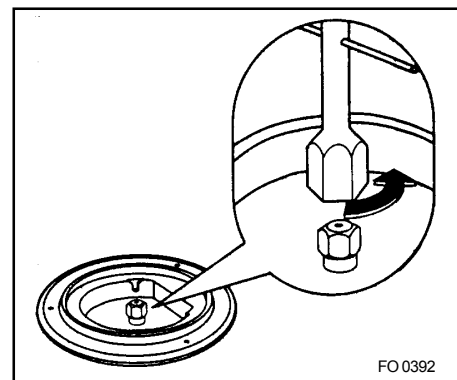

Рис. 17
- Снимите крышки и рассекатели горелок; при помощи торцевого ключа номер 7 отвинтите и выньте форсунки (рис. 17) и замените их форсунками, соответствующими используемому типу газа (см. табличку с техническими данными).